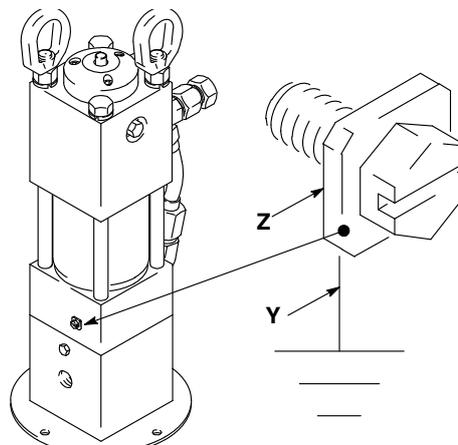

Рис. 1
Насос: Используйте зажим и провод заземления. Выкрутите винт заземления (Z) и вставьте в проушину кольцевого зажима на конце провода заземления (Y). Вкрутите винт заземления обратно в насос и надежно затяните его. Присоедините второй конец провода заземления к соответствующему заземлителю. (Рис. 1)